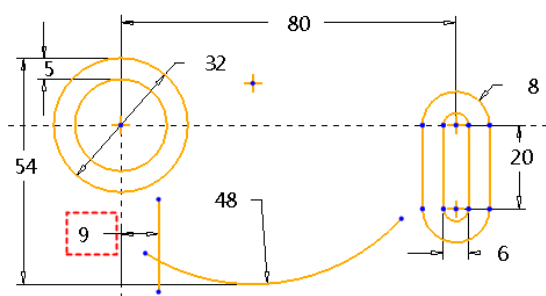

图 2-86 绘制竖直中心线
- 单击  按钮，绘制标注距离为“9”的竖直直线，如图 2-86 所示。